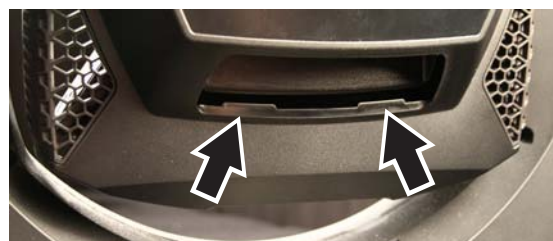

Bild 10: Head cover locating tabs
2. Siehe Bild 10. Beachten Sie die Position der beiden Haltezungen. Schieben Sie die Kopfabdeckung an der Rückseite des Geräts ein. Die Haltezungen müssen einrasten.